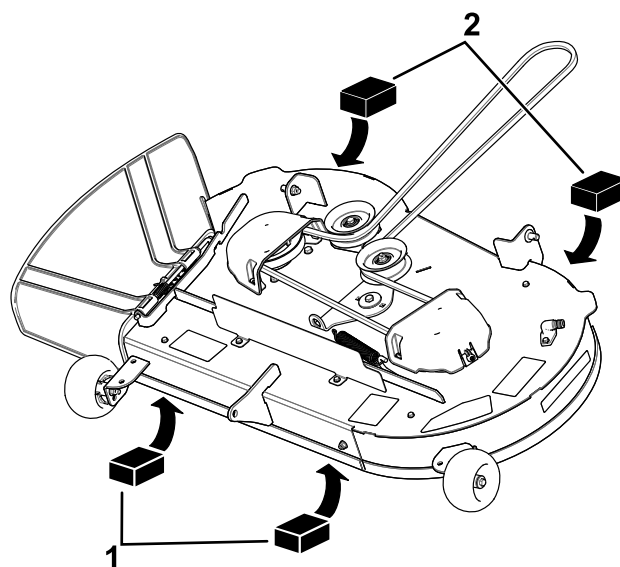
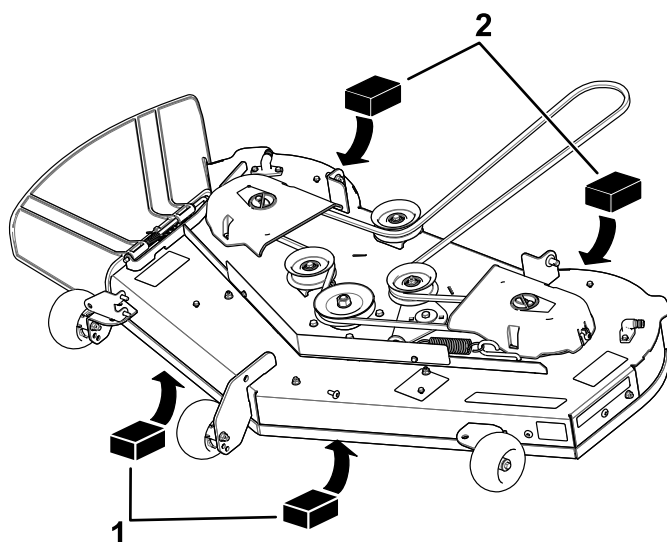

Figura 68
Figura 69
4. Amplasai 2 blocuri, fiecare având o grosime de 6,6 cm, sub fiecare parte a marginii frontale a punii, dar nu sub suporturile rolei anti-scalp (Figura 68 sau Figura 69).
5. Amplasai 2 blocuri, fiecare având o grosime de 7,3 cm, sub marginea din spate a punii de tăiere, câte unul pe fiecare parte a punii de tăiere (Figura 68 sau Figura 69).